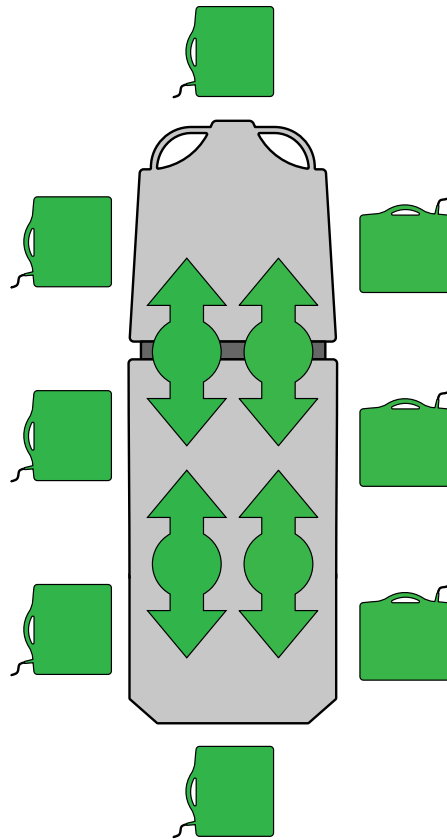

**Figura 21 – Inserción o retirada de chasis radiográficos**
1. Centre al paciente en el producto utilizando las etiquetas indicadoras de posición situadas en todos los laterales del producto (Figura 21).